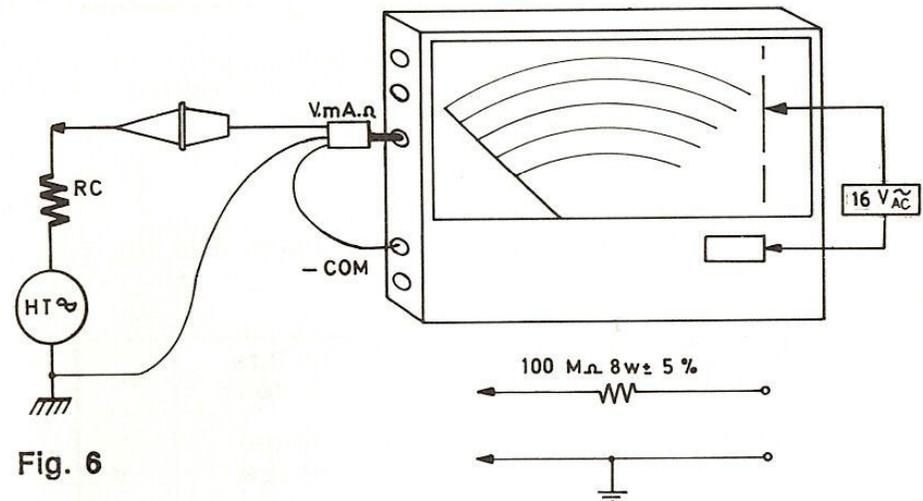

Fig. 6
- Effectuer le branchement conformément à la fig. 6.
Brancher la sonde entre —COM et VmA Ω (ou 500 et 1 600 V DC). Même utilisation des câbles et cordons que celle donnée en fig 6.